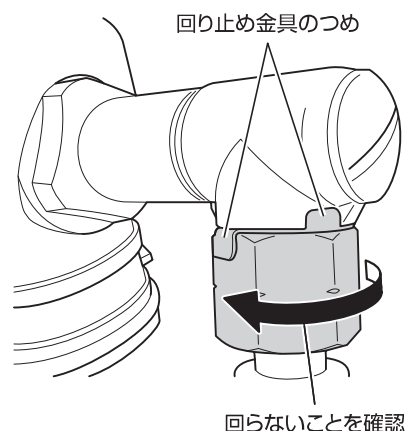

図 19 回り止め金具の点検
- 中圧ホースとプレッシャデマンド弁の結合部は、回り止め金具のつめが上2箇所・下2箇所で折れ曲がり (図 19 の状態)、中圧ホースの回り止め (ゆるみ止め) となっていることを確認してください。
- ナットの回転が 1/4 回転未満は正常ですが、1/4 以上回転する場合回り止めが効いていません。つめを密着するよう図 19 の状態に折り曲げてください。